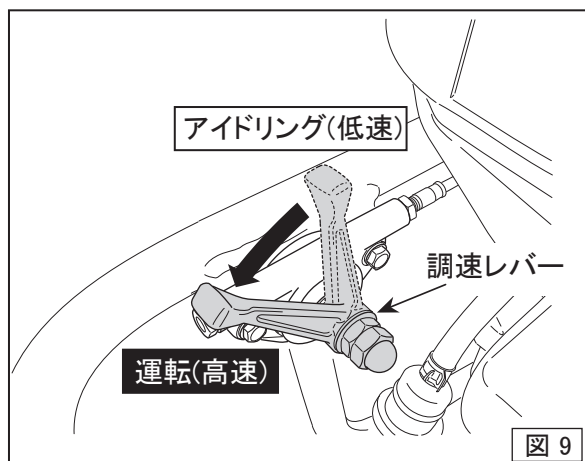

図 9
1. 調速レバーをアイドル(低速)から運転(高速)の位置へ動かすとタンピングランマーが作動を始めます。(図9)